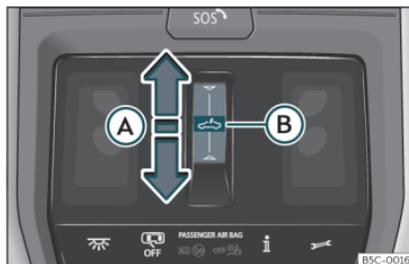

Fig. 83 Dans le ciel de pavillon : touche du toit ouvrant.
- Mouvement automatique : faites glisser le doigt vers l'arrière de la zone fonctionnelle ⇄ >>> fig. 83 (A).
- Dans les 5 secondes après avoir activé la fonction anti-pincement, faites glisser le doigt vers l'avant de la zone fonctionnelle ↵ >>> fig. 83 (A) et maintenez-le appuyé jusqu'à ce que le toit ouvrant soit entièrement refermé.